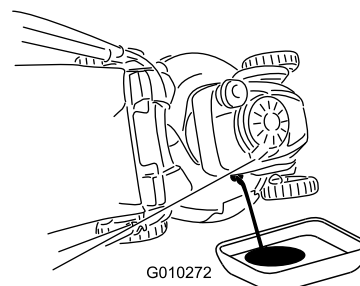

Figure 42
4. Inclinez la tondeuse sur le côté (filtre à air vers le haut) pour vidanger l'huile usagée par le goulot de remplissage (Figure 42).